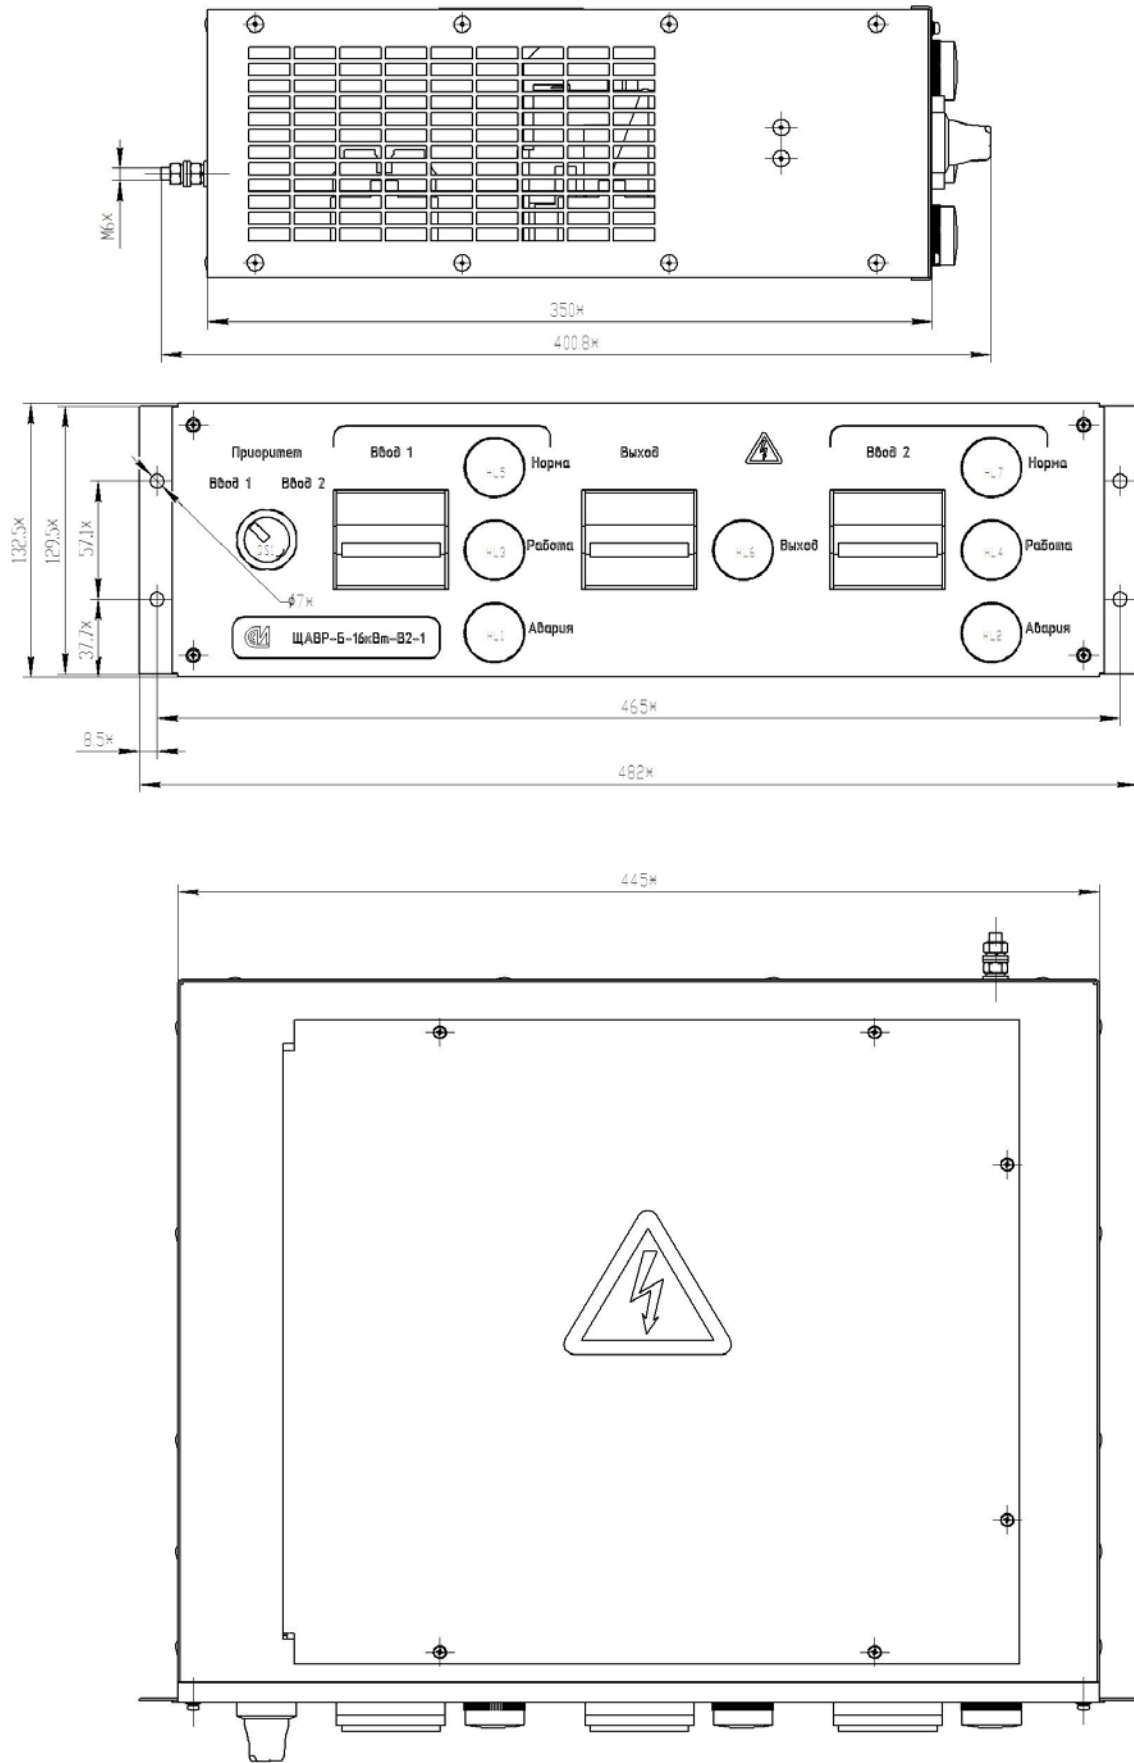

Рис.1. Габаритно-присоединительные размеры щита автоматического включения резерва ЩАВР-Б-16кВт-В2-1.
3.2.4 Габаритно-присоединительные размеры щита указаны на рис. 1.